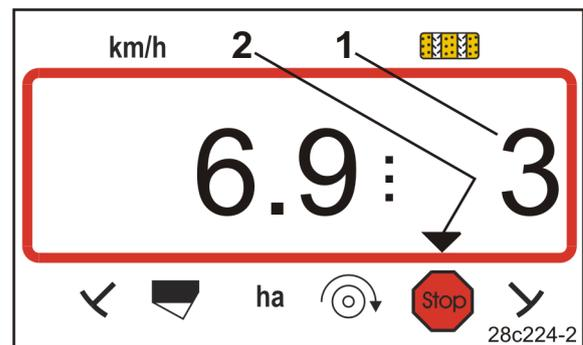

Fig. 23
- Sur l'écran, le chiffre (Fig. 23/1) du compteur de jalonnage clignote.
- La flèche de contrôle (Fig. 23/2) est pointée sur le symbole Stop.